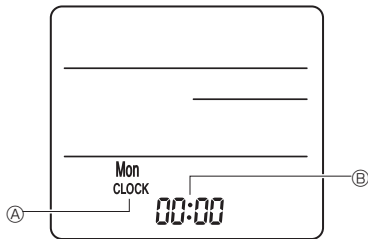

Fig. 7-8
3) Налаштування (налаштування годинника) (Fig. 7-8)